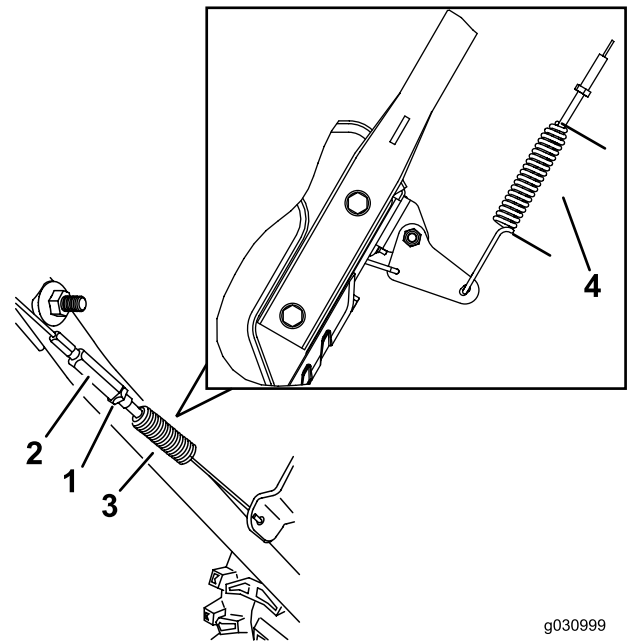

Figure 27
3. Desserrez ou serrez le tendeur pour régler la longueur du ressort à 5,5 cm, comme montré à la Figure 27.
4. Serrez l'écrou de blocage (Figure 27) en vérifiant que le câble est légèrement tendu.